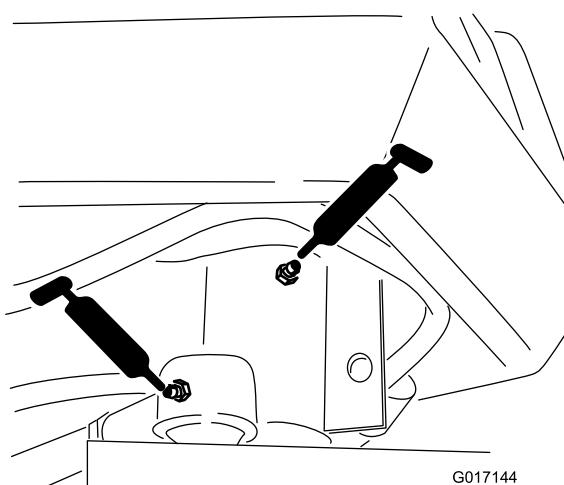

図 36
- ステアリングフォークのシャフト1か所図36
- ステアリングシリンダロッドの端部図36